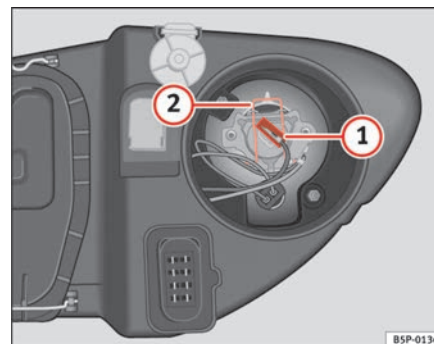

Abb. 182 Fernlicht
- Ziehen Sie den Stecker ⇒ Abb. 182 ① von der Lampe ab.
- Die Haltefeder ⇒ Abb. 182 ② durch Eindrücken und Rechtsdrehung abnehmen.